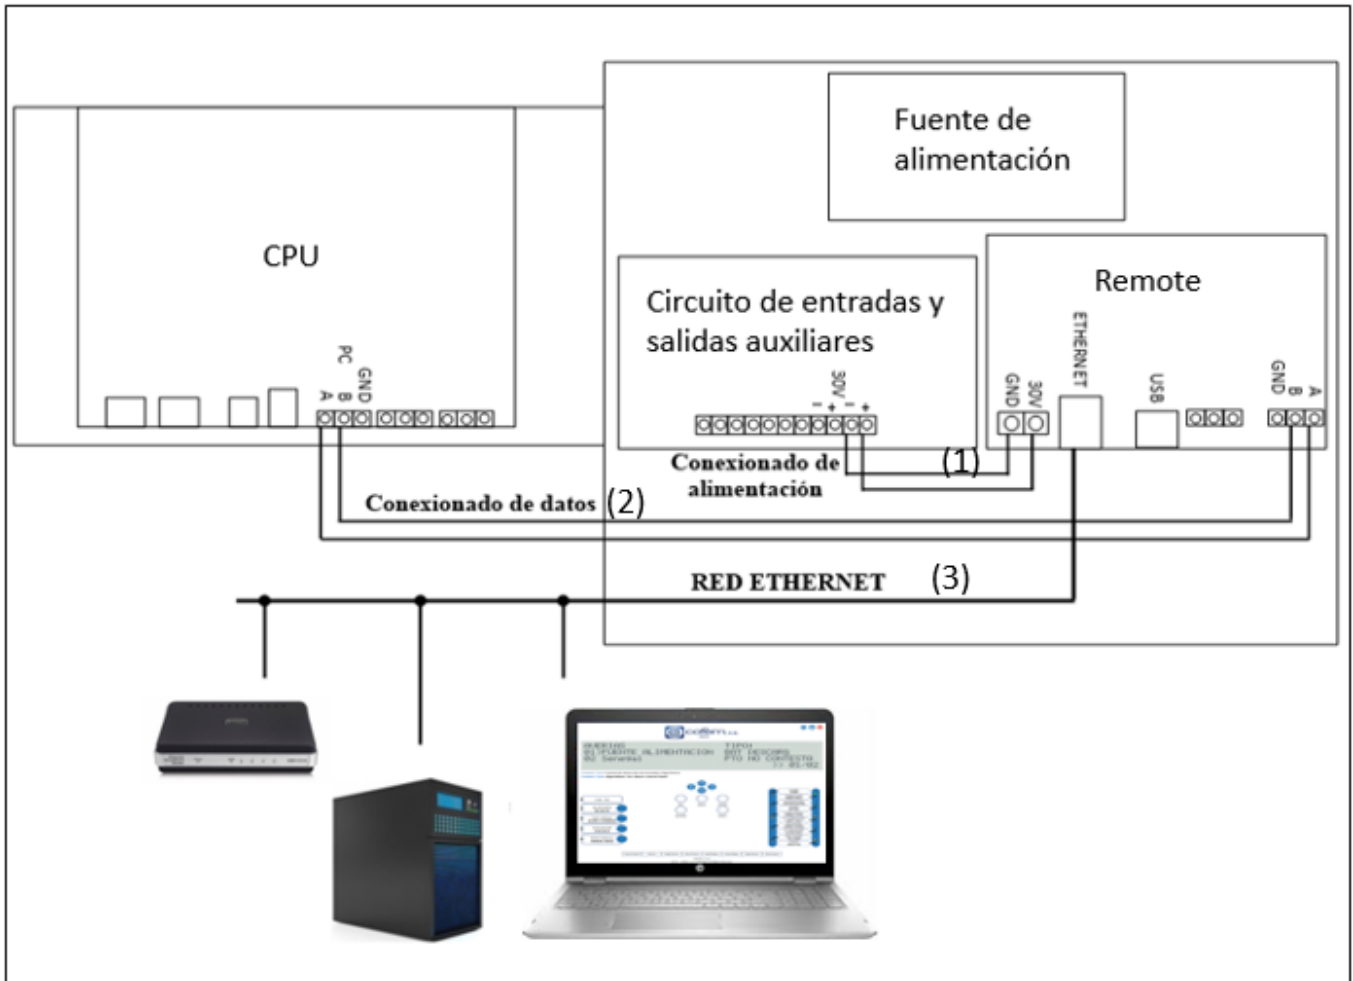

Figura 6. Diagrama de conexión de la tarjeta Remote en la central Compact-LYON y Zafir.
- 5- Finalmente, realizar el conexionado con la central como se muestra en la Figura 6, es decir, conectando la alimentación de la tarjeta a la salida de 30V de la central **(1)**, la comunicación RS-485 a través del conector COM1 de la tarjeta con el conector PC de la central **(2)** y el cable Ethernet en el conector RJ-45 **(3)**.